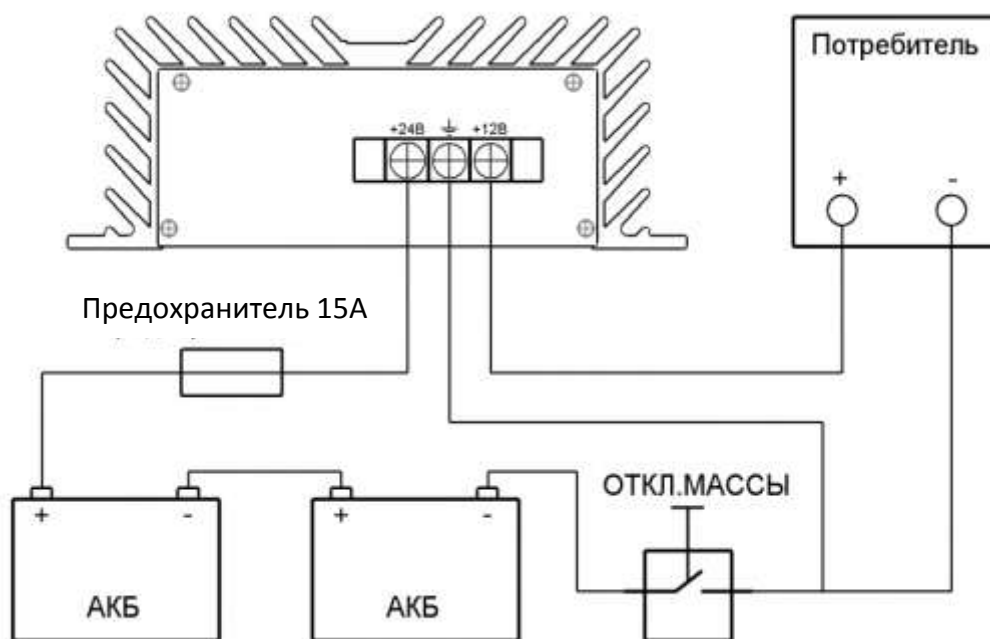

Рис. 1: Схема подключения устройства
4.3 Подключите клемму «+24В» преобразователя к бортовой сети автомобиля через дополнительно установленный предохранитель. Номинал дополнительного предохранителя — 15А; (См. рис. 1).